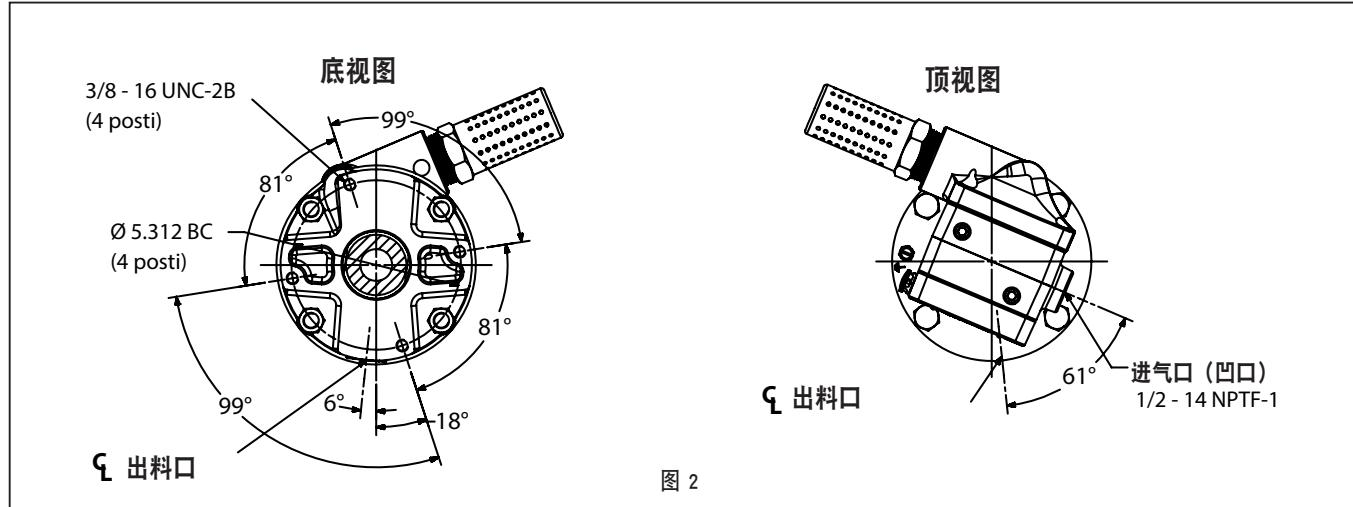

图 2
3. 针对 AF0409A43XXXX 和 AF0409A45XXXX: 用 e 形环钳将“e”形环向上拉到足够远处, 使套筒能向上移动并松开两个接头 (见图 2)。参见第5页图4的
4. 从马达底部的孔中取下 (3) 密封件 (2) 隔垫, (5) 弹簧 和 (6) 垫片